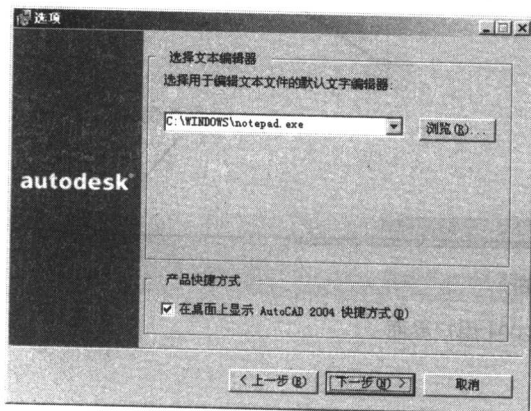

图 1-8 “选项”窗口
⑨ 确定安装路径后，单击“下一步”按钮，打开如图 1-8 所示的“选项”窗口，要求指定 AutoCAD 2004 的文本编辑器，默认的是 C:\WINDOWS\notepad.exe，即“记事本”。如果要改变它，则单击该窗口右侧的“浏览”按钮，在弹出的窗口中指定 AutoCAD 2004 的其他文本编辑器，例如用 Word。